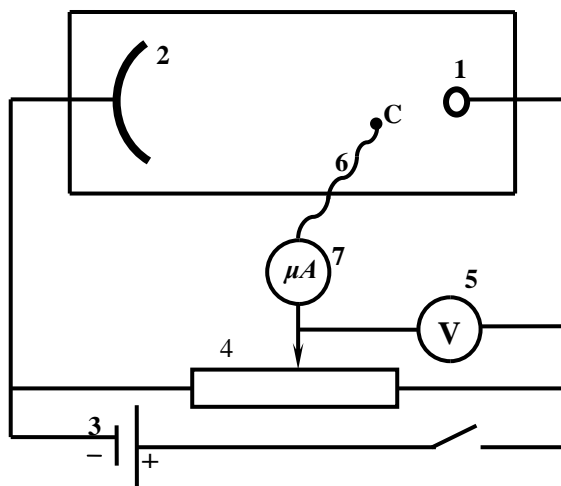

Рисунок 1.2
Целью настоящей работы является экспериментальное исследование электростатического поля с помощью метода электролитической ванны. В ванне, наполненной песком с раствором поваренной соли (однородный раствор), помещены электроды, между которыми поддерживается постоянная разность потенциалов (рис.1.2).
На рис.1.2 представлена электролитическая ванна с измерительной схемой, позволяющей измерять разность потенциалов между электродом 1 и любой точкой в поле электролитической ванны.
Таким образом, схема, представленная на рис.1.2, позволяет построить эквипотенциальные линии поля для электродов различной формы и геометрии их расположения.
2. Соберите измерительную схему согласно рис.1.2.